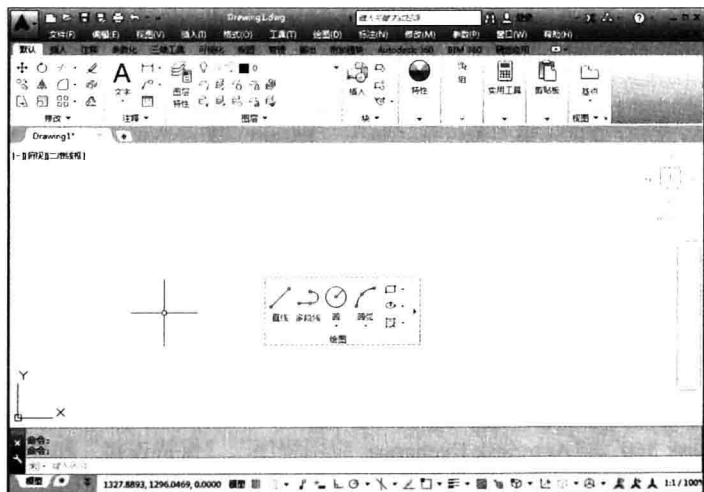
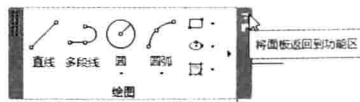

图 1-19 “浮动”面板
图 1-20 “绘图”面板
(2) 选项卡中面板的“固定”与“浮动”。面板可以在绘图区“浮动”,如图 1-19 所示。将鼠标放到浮动面板的右上角位置,显示“将面板返回到功能区”,如图 1-20 所示。单击此处,使它变为“固定”面板。也可以把“固定”面板拖出,使它成为“浮动”面板。